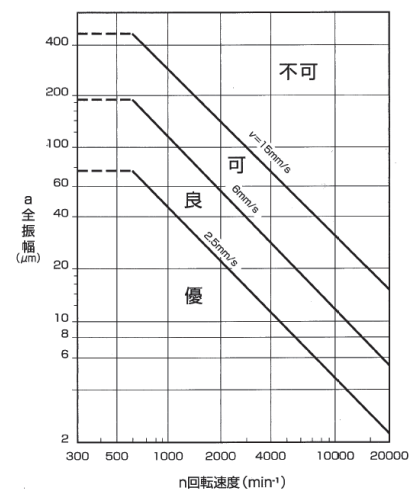

図 9-1 振動の許容値
- ・電動機異音を感じた場合、電動機本体の振動値を測定してください。（図 9-1 参照）